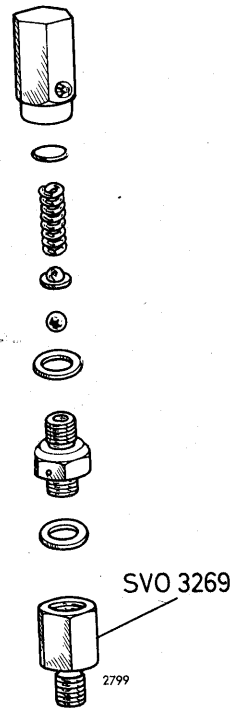

Fig. 43.
1. Monter ventildelene i en forskrunding (specialværktøj SVO 3269) som vist i fig. 43.